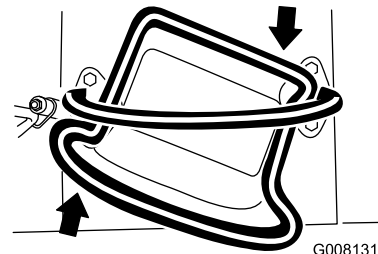

Bild 9
- Drehen Sie den Fahrertriebshebel nach rechts, um nach rechts zu fahren (Bild 9).